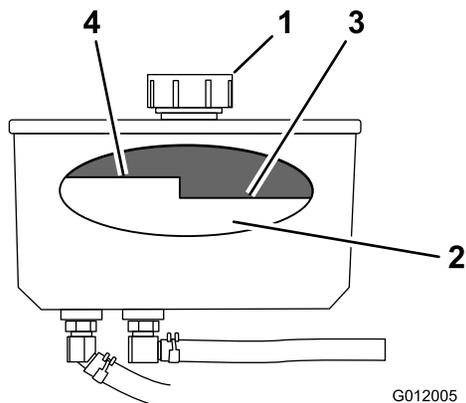

Figura 73
4. Limpe a zona em redor da tampa e do tubo de enchimento do depósito hidráulico (Figura 73).
5. Retire a tampa do tubo de enchimento (Figura 73).
Nota: O nível do fluido deve ficar abaixo do nível quente do abafador, quando o fluido está quente (Figura 73).